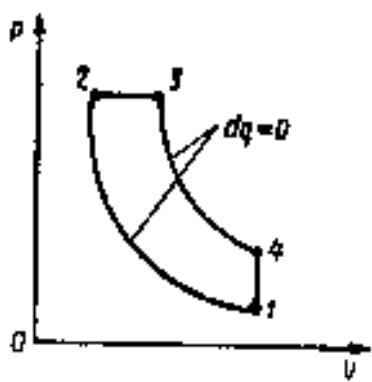

Рис. 2
2. Для цикла ДВС с подводом теплоты в процессе $p = \text{const}$ (рис. 2) определить термический к.п.д. η_t , работу $l_{\text{ц}}$ и подведенное количество теплоты q_{2-3} , если известно: рабочее тело - 1 кг сухого воздуха; параметры воздуха на входе в цилиндры $p_1 = 0,1 \text{ МПа}$, $t_1 = 0^\circ\text{C}$; давление в конце процесса подвода
Решение. На рис. 2 изображен термодинамический цикл двигателя внутреннего сгорания, работающего со сгоранием топлива при $p = \text{const}$.